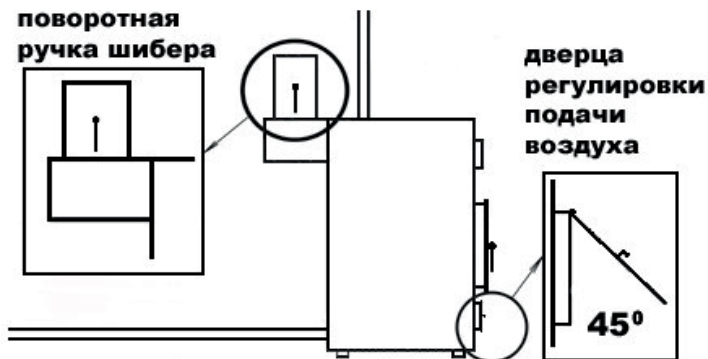

Рис. 3
Регулировка мощностной нагрузки котла, производится установкой ручки регулировки, изменения положений дверцы регулировки подачи воздуха и дроссельной заслонки (Рис.3). Фиксируя ее от самого нижнего положения до самого верхнего положения производится регулирование мощности работы котла. Крайнее нижнее положение соответствует полному прекращению работы котла. Крайнее верхнее положение соответствует наиболее быстрому нагреву теплоносителя.
2. – установите, ручку регулировки мощности котла (Рис.3), в верхнее положение, соответствующее максимальной мощности котла. При этом дверца регулировки подачи воздуха будет находиться в максимально открытом положении под 45°.
7 - необходимо следить за тем, чтобы температура теплоносителя не поднималась выше 85°C. Прекращение подъема температуры обеспечивается перемещением ручки регулировки, изменения положений дверцы регулировки подачи воздуха и дроссельной заслонки (Рис.3) в более нижние положения.
Если необходимо поднять температуру теплоносителя, то перемещайте ручку регулировки, изменения положений дверцы регулировки подачи воздуха и дроссельной заслонки (Рис.3) в более верхние положения. Чем выше установите, тем быстрее будет нагреваться теплоноситель и соответственно будет больше промежуток инерции подъема температуры при последующем необходимом прекращении нагрева теплоносителя – закрыванием дверки подачи воздуха и дросселя.
Если необходимо уменьшить температуру теплоносителя, переместите ручку регулировки, изменения положений дверцы регулировки подачи воздуха и дроссельной заслонки (Рис.3) в более нижнее положение. Чем ниже установите, тем быстрее будет падать температура теплоносителя, воды и соответственно будет больше промежуток инерции понижения температуры при последующем прекращении уменьшения температуры теплоносителя – при открывании дверки подачи воздуха и дросселя.
8 - После того как воздух в отапливаемом помещении нагреется, установите ручки регулировки, изменения положений дверцы регулировки подачи воздуха и дроссельной заслонки (Рис.3) в положение, при котором необходимая Вам температура теплоносителя не будет подниматься и уменьшаться – стабилизируется и будет оставаться такой до тех пор пока в загрузочном пространстве котла не останется топлива менее 1/5 от количества максимальной загрузки (максимальная загрузка до верха проема загрузочного пространства), после чего Вы должны будете или доложить топлива – в этом случае температура теплоносителя и воздуха в отапливаемых помещениях останется стабильной, если не изменится значительно температура наружного воздуха, более чем на 5-10°C или приоткрыть дверку подачи воздуха для обеспечения полного догорания топлива.
9 - перед очередной закладкой топлива установите ручку регулировки, изменения положений дверцы регулировки подачи воздуха и дроссельной заслонки (Рис.3) в крайнее верхнее положение для обеспечения максимальной тяги, подождите 1-2 минуты (этим вы обеспечите минимальный выход дыма в помещение при открывании дверки топки), после чего откройте дверку топки, загрузите топливо, закройте дверку топки и через 2 - 3 минут верните ручку регулировки, изменения положений дверцы регулировки подачи воздуха и дроссельной заслонки (Рис.3) в то положение, в котором она находилась до перемещения в крайнее верхнее положение, если хотите сохранить прежний режим работы котла.
положений дверцы регулировки подачи воздуха и дроссельной заслонки (Рис. 3) буквально на 5-10 минут, пока заложенное топливо не займется огнем, (чем влажнее топливо - тем дольше), после чего необходимо вернуть ее в положение, в котором она находилась до закладки топлива;
При первой топке котла после его установки, ручка регулировки (Рис. 3) должна находиться в верхнем положении до момента нагрева теплоносителя до 75-85⁰С и позволить котлу проработать в таком режиме не менее 6 часов. После чего устанавливайте необходимую Вам температуру теплоносителя, воздуха в отапливаемых помещениях перемещением ручки регулировки (Рис. 3) в соответствии вышеуказанному «порядку эксплуатации».